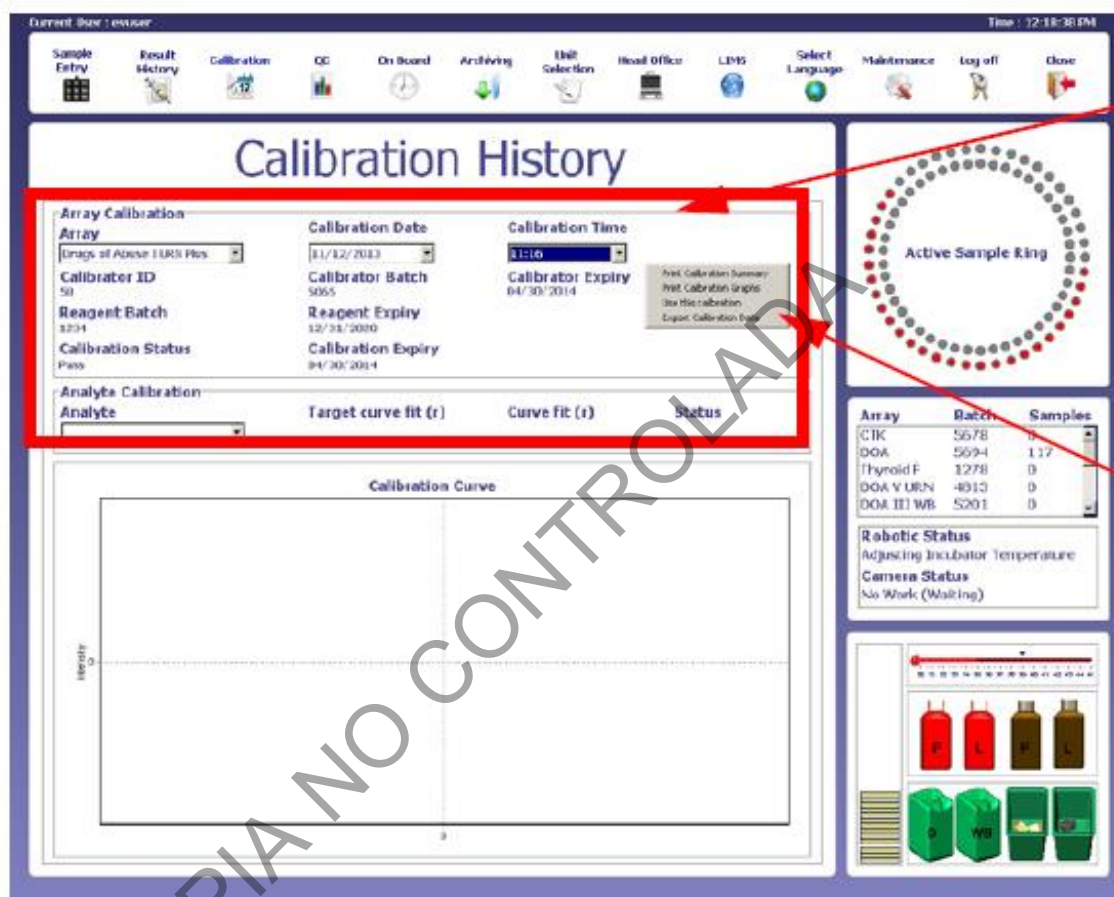

Figura 1.12
7.2.8 El analizador de pruebas permite almacenar múltiples curvas de calibración, por lo tanto, se pueden almacenar calibraciones para diferentes lotes de reactivos. La calibración debe seleccionarse antes de aceptar el anillo de muestra o por defecto cargará la última calibración usada (figura 1.12)